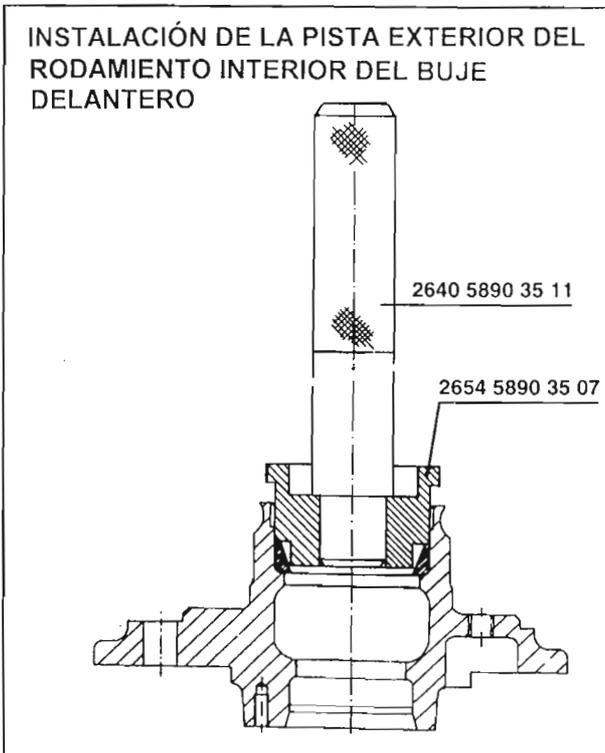

Fig. 4
- Antes de proceder al montaje del cubo asegúrese que todas las piezas estén perfectamente limpias, especialmente los rodamientos. Aplique un poco de grasa en la pista exterior del rodamiento interior. Monte la pista en el cubo utilizando el impulsor 2654 5890 3507 con la maneta 2640 5890 3511 Fig. 4